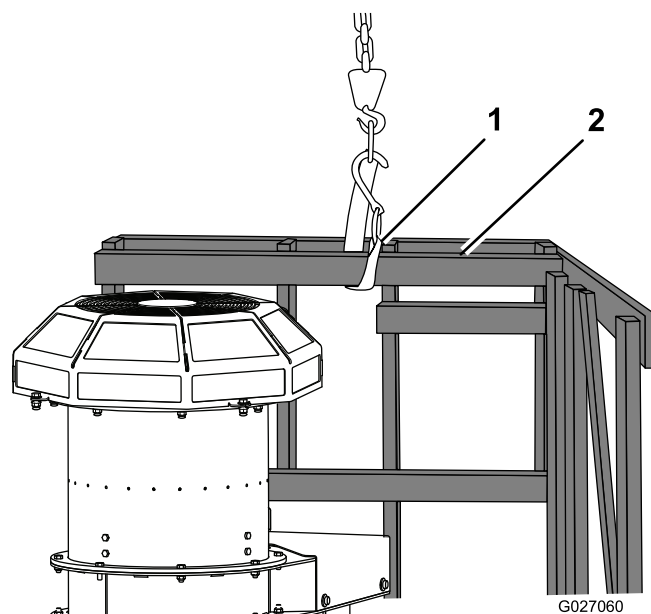

図 5
6. 木箱の上面アセンブリに吊り上げ用のストラップを掛けて木箱を持ち上げて垂直に立たせる 図 5。